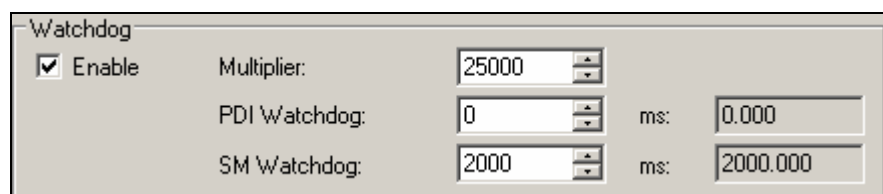

Abbildung 11-8 Einstellen der Funktion SM Watchdog im TwinCAT System Manager
4. Aktivieren Sie die SM Watchdog-Funktion, in dem Sie das Kontrollkästchen „Enable“ anklicken (s. Abbildung 11-8).
Im Beispiel aus Abbildung 11-8 errechnet sich die Zeit: